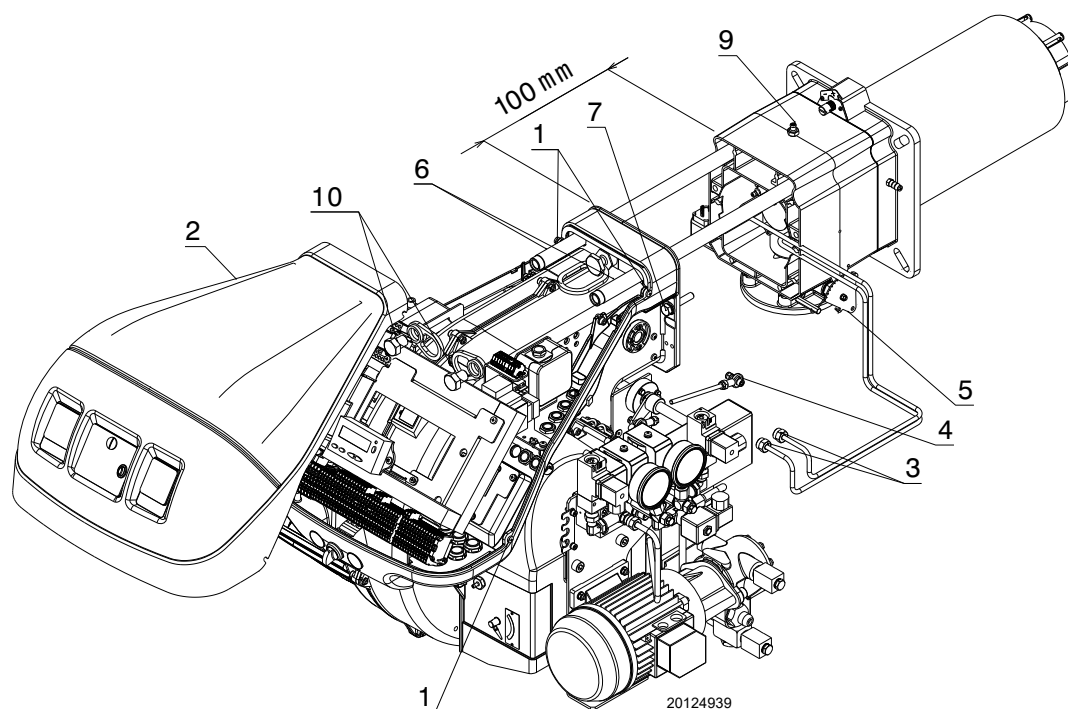

Рис. 57
- Відпустіть 4 гвинти 1) (Рис. 57) і зніміть кришку 2);